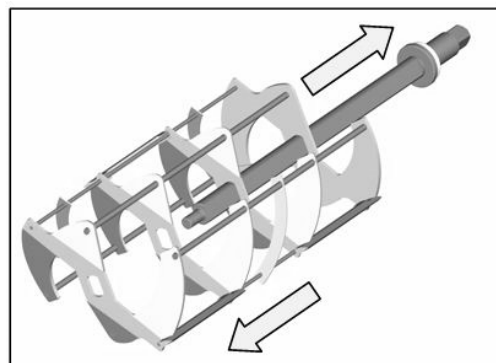

Fig.13
- Retirer l'agitateur à arbre central (Fig. 13).